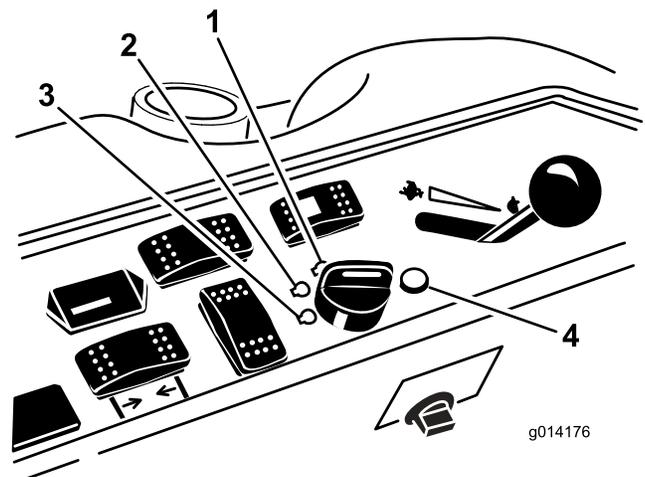

Bild 10
- Drehen Sie den Zündschlüssel nach rechts in die Lauf-Stellung (Bild 10).
3. Drehen Sie den Zündschlüssel auf die Aus-Stellung (Bild 10). Warten Sie, bis alle sich bewegenden Teile zum Stillstand gekommen sind, bevor Sie die Bedienungsposition verlassen.